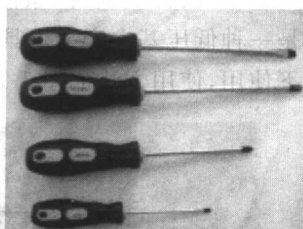

图 1-4 螺丝刀
(4) 改锥俗称螺丝刀,如图 1-4 所示。它是一种用来拧紧或松开螺钉的工具。前端有一字形和十字形两种。其手柄是绝缘的。带电操作时必须使用电工专用的螺丝刀,而不可使用金属杆连通柄顶金属箍的螺丝刀。